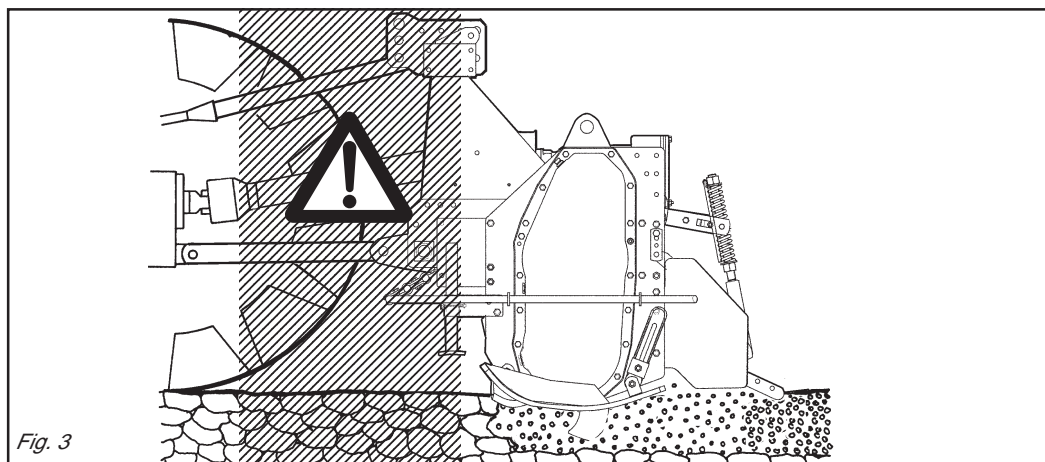

Fig. 3
- 29)** È assolutamente vietato interpersi fra il trattore e l'attacco della macchina per manovrare il comando dall'esterno per il sollevamento (Fig. 3).
- 29)** It is absolutely forbidden to stand between the tractor and the implement when manoeuvring the lift control from the outside (Fig. 3).
- 29)** Es ist absolut verboten, zwischen den Schlepper und den Anschluß zu treten, um die Aushebung von außen zu betätigen (Abb. 3).
- 29)** Il est absolument interdit de se mettre entre le tracteur et l'attelage pour manoeuvrer la commande de relevage de l'extérieur (Fig. 3).
- 29)** Está absolutamente prohibido colocarse entre el tractor y el enganche para maniobrar el mando desde el externo en la fase de elevación (Fig. 3).